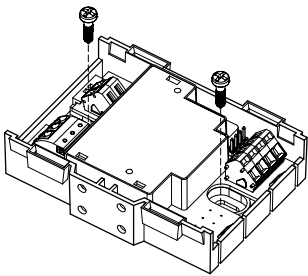

Рис. 1
- На ровную поверхность (Рис. 1)
1. Расположите модуль на ровной поверхности (Рис. 1).